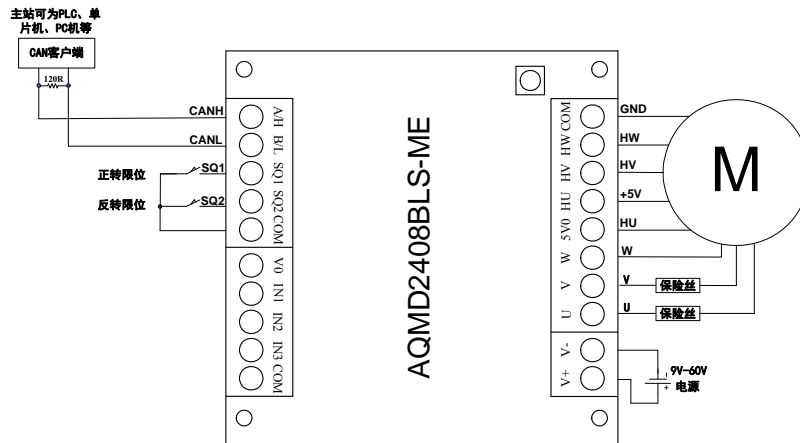

图 3.6 CAN 通讯电源及电机接线图
- 6) 若主站/客户端为 CAN 设备, CAN 主站/客户端与驱动器的 485/CAN接口按照 CANH-CANH、CANL-CANL 的方式连接, 并且 CAN 总线上至少要并联一个 120Ω 的电阻才能正常通讯, 如图 3.6 所示, 然后接通电源(注意: 电源的电压与电机的